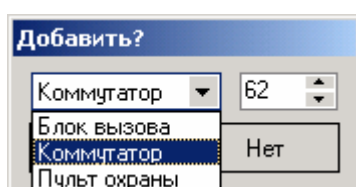

Рис.22 Окно добавления устройства в общий список устройств
1. **Не требуется** добавление изделий, номера которых в списке устройств уже присутствуют. В этом случае: нажать кнопку «Нет» для закрытия окна (рис.22).
- Из ниспадающего списка (рис.22) выбрать тип устройства, которое будет добавляться, например: